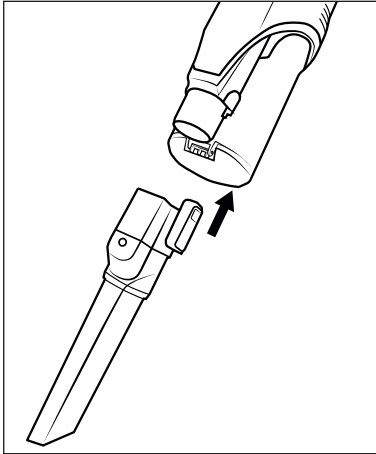

Fig. 14
- ◆ Monte el accesorio en el tubo de aspiración **24** o en el orificio de aspiración del aparato hasta que encaste con un chasquido (consulte la fig. 14). Para ello, asegúrese de que el encaste esté en la posición correcta.